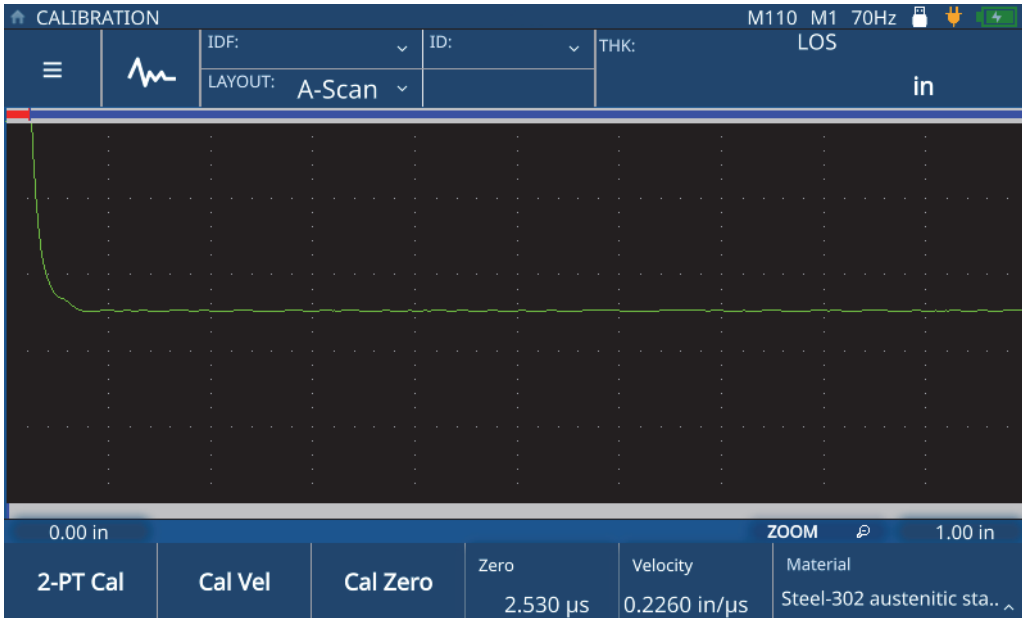

Figura 5-1 Menú Calibración (CALIBRATION)
2. Pulse la tecla **CAL** para abrir el menú Calibración (Calibration) [ver Figura 5-1 en la página 46].